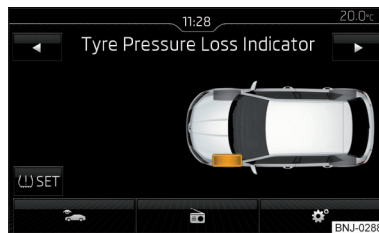

Рис. 148
- Натисніть функціональну кнопку (⚡) SET » Рис. 148.
При загорянні контрольної лампи (⚡) на панелі комбінації приладів в командно-інформаційній системі можуть відобразитися шини з порушенням тиску » Рис. 148.